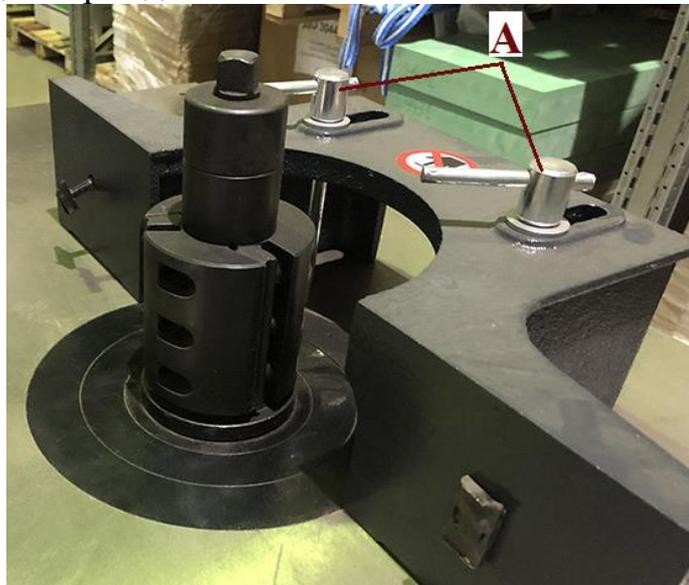

Рис. 7 Наладка ограждения
1. Отрегулируйте ограждение путем ослабления винтов (А, Рис. 7)